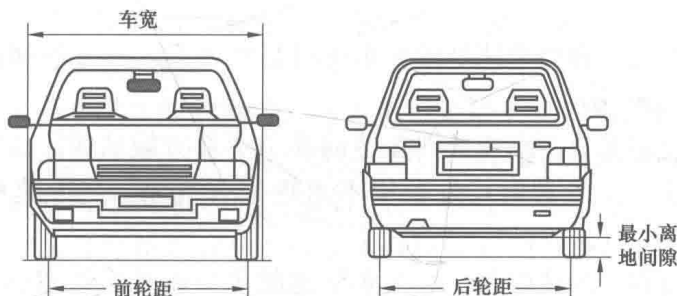

图 1-4 基本参数二
(4) 车宽。车宽是指平行于汽车纵向平面,并分别抵靠在汽车两侧面固定突出部位(除后视镜、侧面标志灯、折叠式踏板及轮胎与地面接触变形部分)的两平面之间的距离,如图 1-4 所示。
(5) 轮距。轮距为车轮中心平面之间的距离,如图 1-4 所示。
(6) 最小离地间隙。最小离地间隙是指汽车支承平面与汽车上的中间区域内最低点之间距离,如图 1-4 所示。